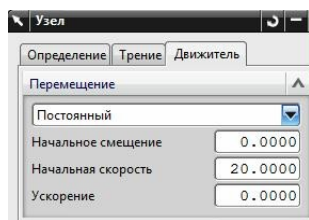

Рис.6
- Если вы выбираете *Постоянный движитель*, то вам придется указать три параметра (рис.6). Если вы рассматриваете, например, кинематическую пару типа *Ползун*, то речь идет о **линейных** смещении, скорости и ускорении. Если вы рассматриваете вращательный шарнир, то речь идет об **угловых** смещении, скорости и ускорении.